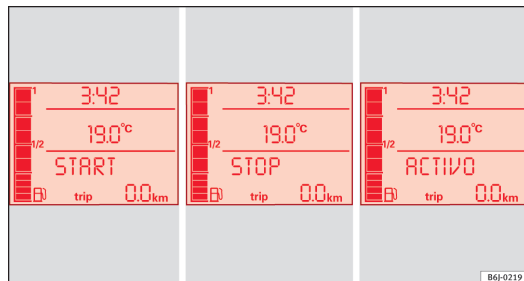

Fig. 102 Indicação no visor do painel de instrumentos durante o funcionamento Start-Stop.
- No visor do painel de instrumentos é mostrada informação sobre o estado do funcionamento Start-Stop ⇒ Fig. 102.